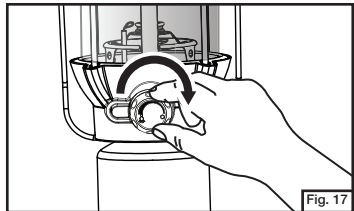

Fig. 17
- Cierre la válvula de combustible. (Fig. 17)